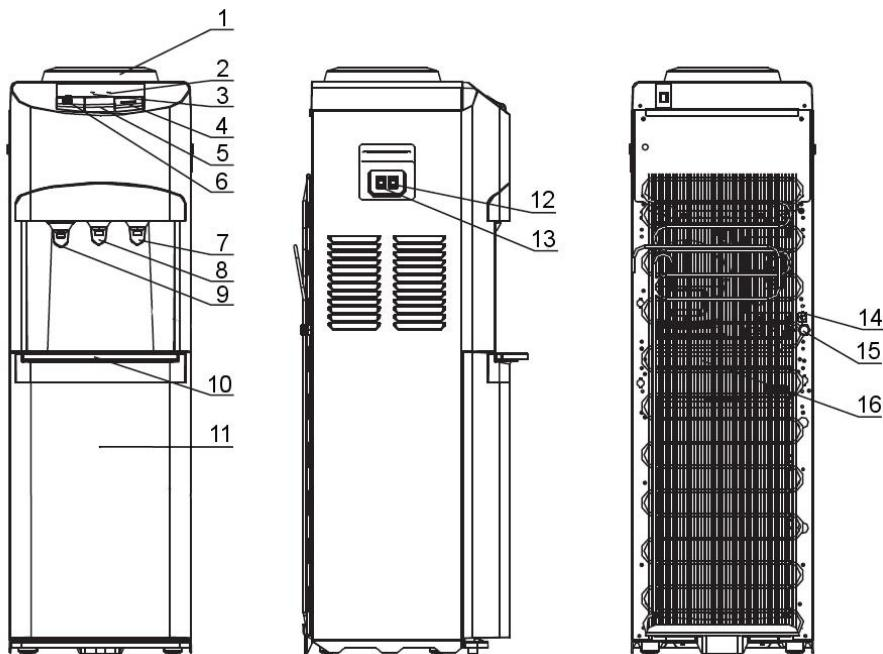

Рис.1. Схема аппарата V127 (S, B, C, N)
3. Возьмите емкость для воды и слейте с краника холодной воды воду. Убедитесь, что горячая вода в аппарате остыла и только после этого слейте горячую воду с краника горячей воды. Остатки воды в системе необходимо слить, открыв пробку из отверстия для слива воды, расположенного на задней стенке аппарата (рис.1 - 15). Вставьте пробку обратно в отверстие для слива воды.
8. Через 5-6 часов слейте раствор из системы: слейте воду из краников холодной и горячей воды, остатки раствора слейте через отверстие для слива воды (рис.1 - 15). Вставьте пробку обратно в отверстие для слива воды.
9. Промойте аппарат чистой водой (необходимо залить в систему около 4 литров чистой воды и слить через кранники горячей и холодной воды, отверстие для слива воды (рис.1 - 15)). При необходимости повторите процедуру. Вставьте пробку обратно в отверстие для слива воды.
5. Остатки воды в системе необходимо слить, открыв пробку из отверстия для слива горячей воды (рис.1 - 15).